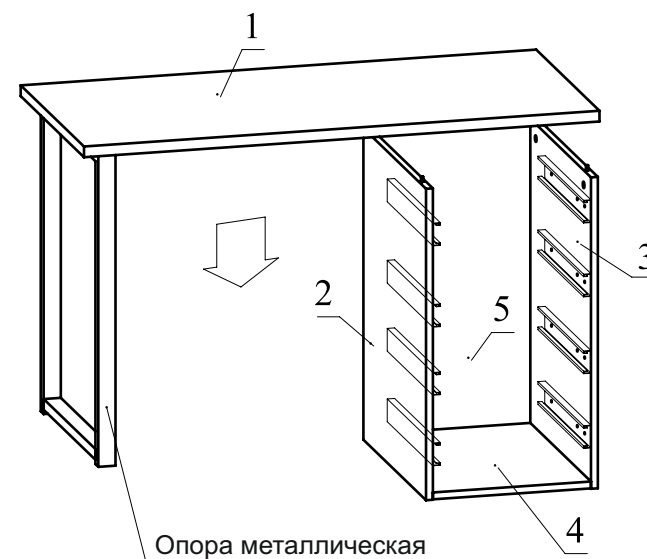

Рис.8
7. Соедините две сборки, полученные ранее, затянув головки минификсов (рис.8).